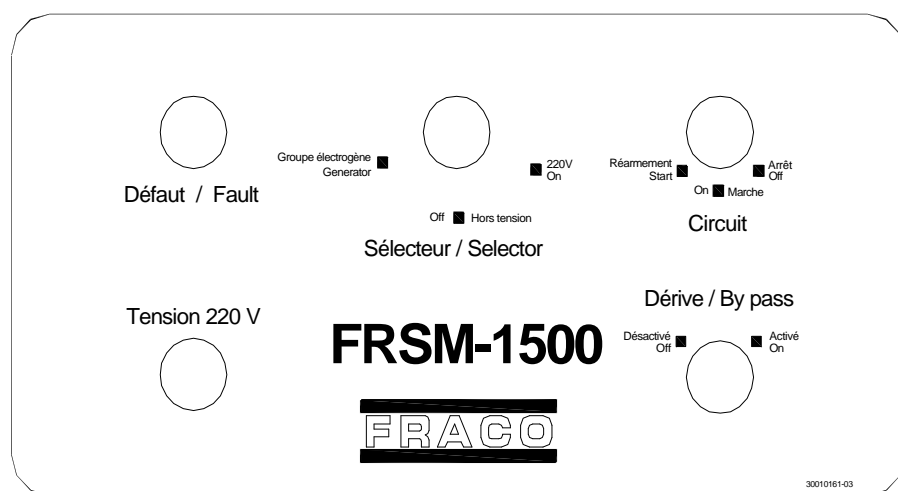

Fig.52
- 1-Après le transport routier, activer la dérive dans le panneau de contrôle.(fig.52)
Après l'utilisation du bouton d'arrêt d'urgence, vous devez réarmer le système à l'aide du contact circuit se trouvant dans le panneau de contrôle(Fig.52)